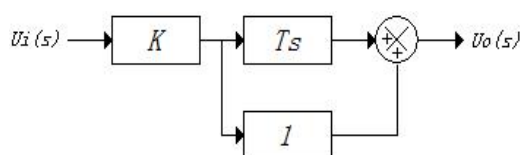
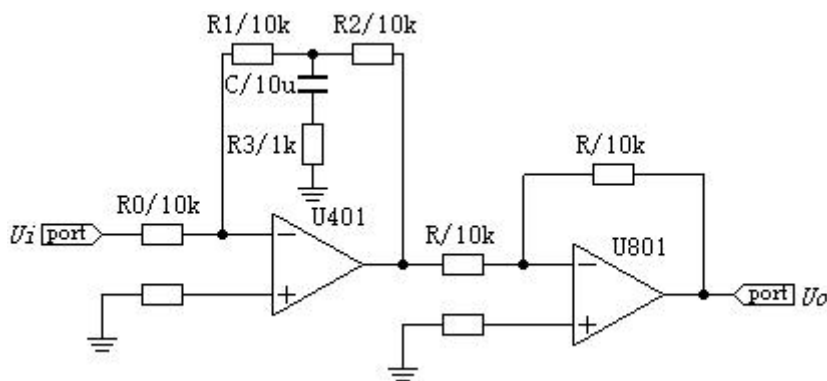

图 1-10
图 1-11
方块图和模拟电路分别如图 1-10、图 1-11 所示。其模拟电路是近似的（即实际 PD 环节），取 $R_1, R_2 \gg R_3$ ，则有 $K = \frac{R_1 + R_2}{R_0}$ ， $T = \frac{R_1 R_2}{R_1 + R_2} C$ 。实验参数： $R_0=10k$ ， $R_1=10k$ ， $R_2=10k$ ， $R_3=1K$ ， $C=10\mu F$ ， $R=10k$ 。
- 1、利用 4#模块和 8A#（或 8B#）模块搭建图 1-11 所需的电路。其中， U_i 输入阶跃信号， U_o 为输出信号。输入信号（ U_i ）连接实验电路板的下方【模拟信号输入】区域的 AI 1 接线柱，输出信号（ U_o ）连接实验电路板的下方【模拟信号输入】区域的 AI 2 接线柱。